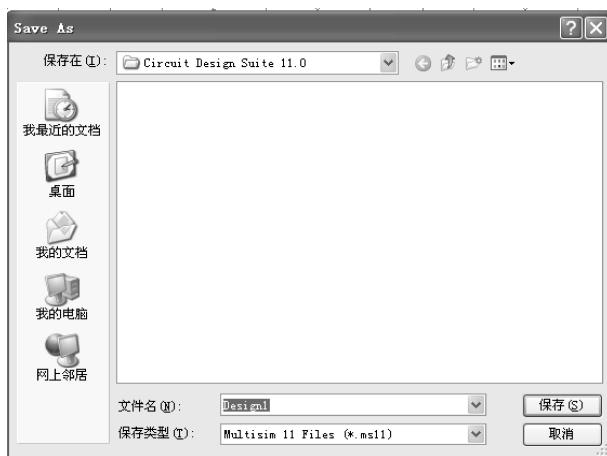
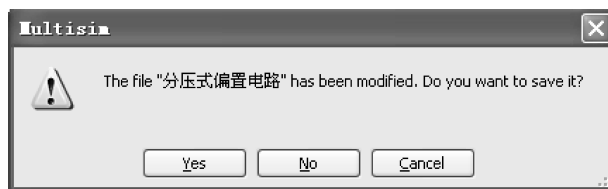

图 1-16 “另存为”对话框
图 1-17 关闭 Multisim 文件时的提示
- (1) New：执行该命令可以创建一个无标题的新电路。
- (2) Open...：执行该命令是要打开一个原已建立的电路，窗口将显示要打开文件的对话框，如果有必要可更改目录路径或文件夹，找到你要打开的文件。但注意该软件只能打开 Multisim 11 支持的文件类型。
- (3) Open Samples...：执行该命令是要打开一个例子文件。
- (4) Close：关闭当前工作区内的文件。
- (5) Close All：关闭当前打开的所有文件。
- (6) Save：用该命令保存当前电路文件。如果是新建的原理图文件，则会出现一个“另存为”对话框，如图 1-16 所示。可以通过改变路径和文件名保存文件。保存时会自动为文件名加上 .ms11 的扩展名。
(7) Save As...: 该命令是以新文件名保存当前电路文件, 执行该命令同样会弹出图 1-16 所示“另存为”对话框, 可以通过改变路径和文件名保存文件。
(8) Save All: 保存所有已打开的电路图文件。
(9) Projects and Packing: 有关项目文件和打包的操作, 通过下拉菜单项执行。
(10) Print...: 打印。
(11) Print Preview: 打印预览。
(12) Print Options: 打印选项设置。
(13) Recent Designs: 最近打开的电路图文件。
(14) Recent Projects: 最近打开的项目文件。
(15) File Information: 文件信息。
(16) Exit: 关闭当前电路并退出 Multisim 11 系统, 也可以用鼠标左键单击主窗口右上角的关闭按钮。关闭前如果你没有将编辑文件存盘, 系统将弹出一个对话框, 提示你保存电路文件, 如图 1-17 所示。根据需要单击对话框中的  或  按钮, 即可将 Multisim 文件关闭。